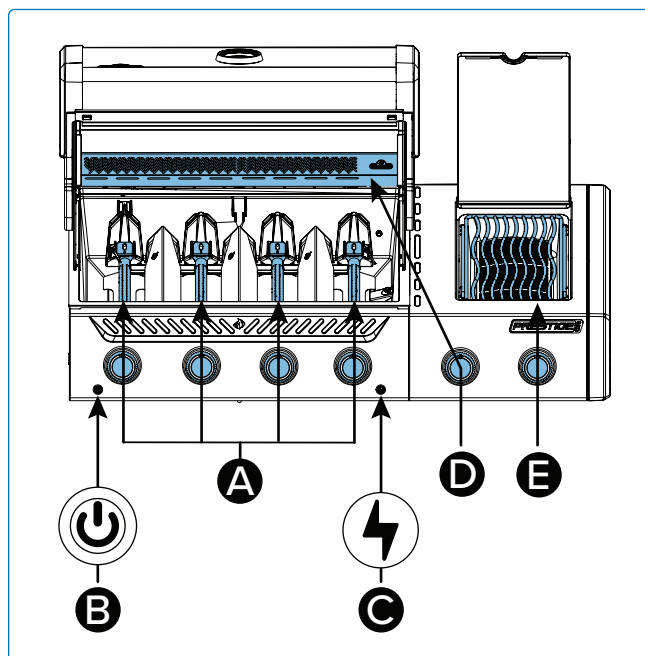

Fig. 6
5. Si le brûleur ne s'allume pas – tournez le bouton de commande du brûleur dans le sens horaire jusqu'à la position ARRÊT. Attendez 5 minutes. Répétez les étapes 3 et 4. (**Fig. 6**).